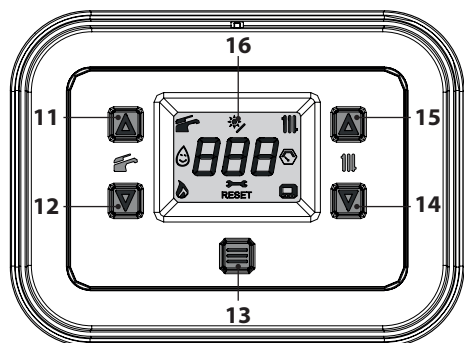
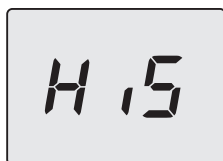

Figura 5.18
Figura 5.19
- Entrare in "modalità programmazione" premendo contemporaneamente per 5 secondi i tasti 12 e 14 (Figura 5.18) fino a far apparire sul display LCD le lettere **HiS** che indicano il menu "Storico delle caldaia" (Figura 5.19).
- Premendo contemporaneamente i tasti 12 e 14 (Figura 5.18) si esce senza modificare il valore (ritorno al livello precedente).
- tenere premuti contemporaneamente i tasti 12 e 14 per 5 sec. (Figura 5.18) (ritorno al livello precedente).